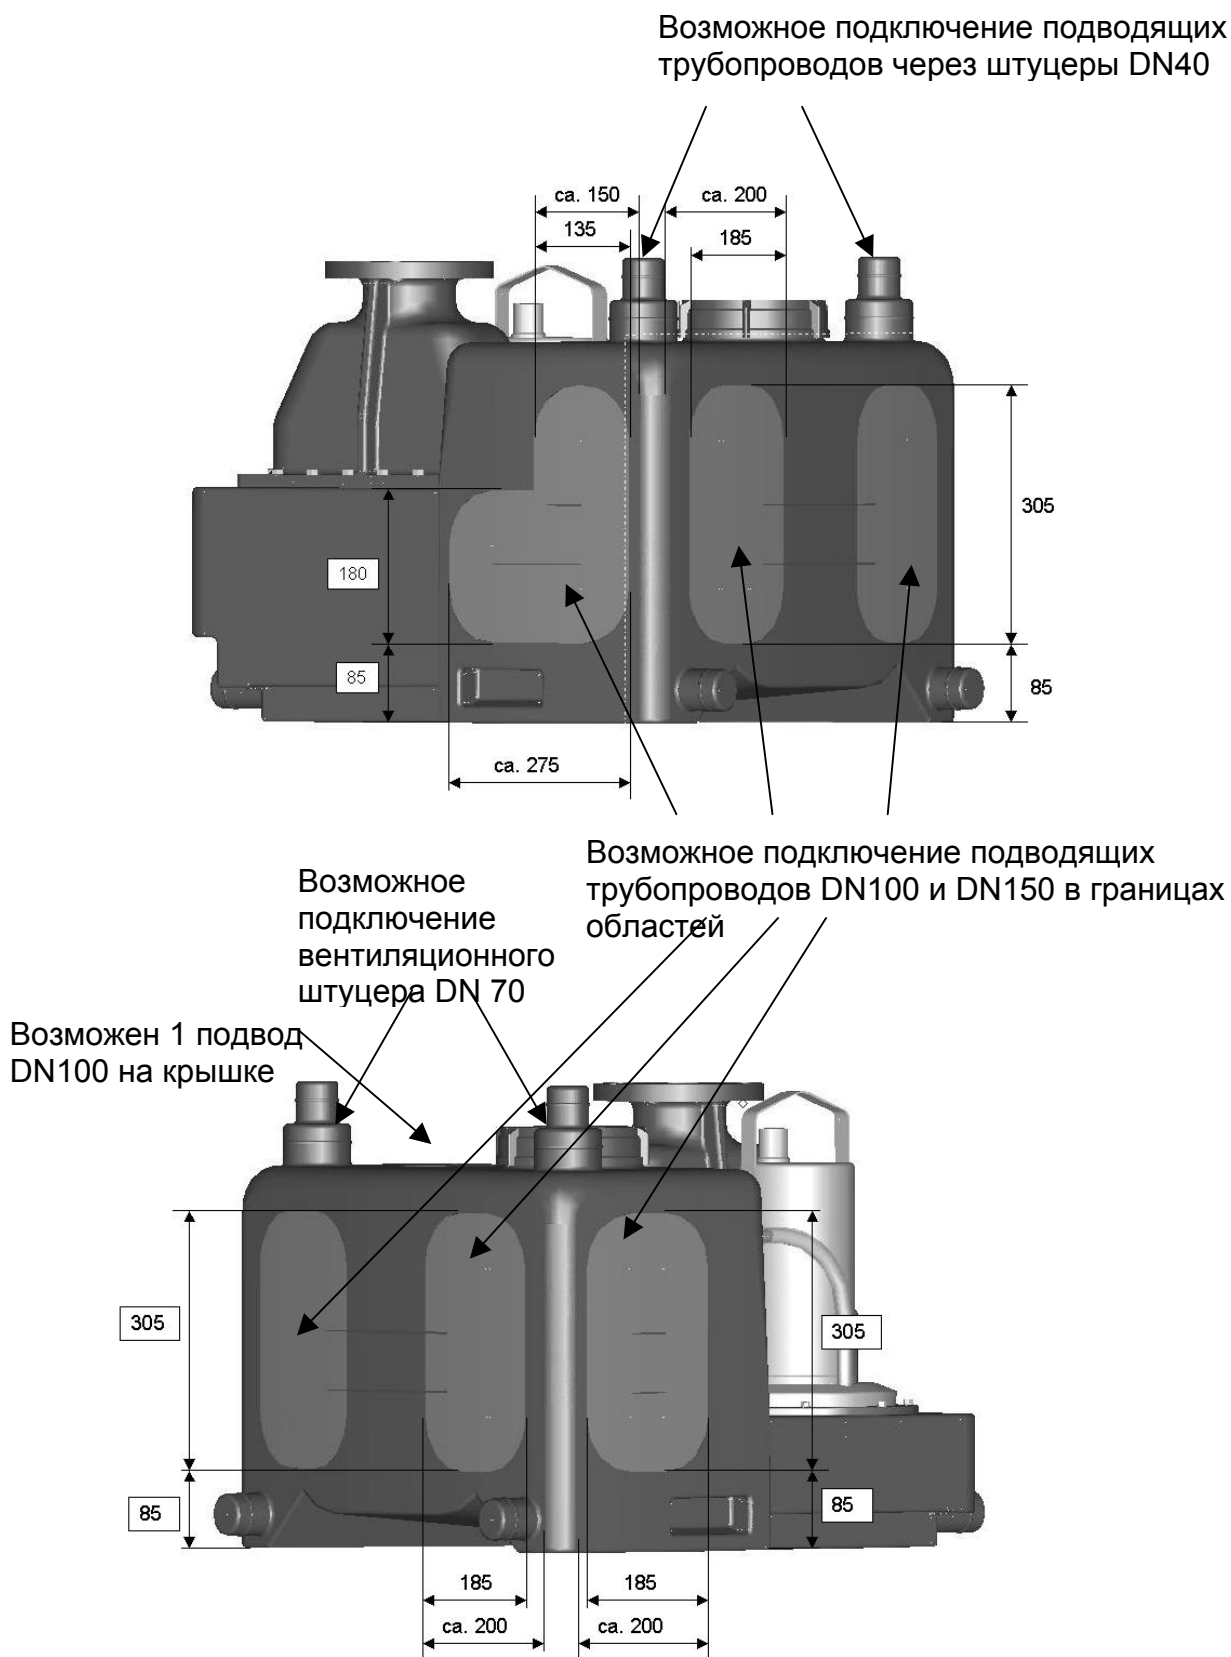

Рис. 7. Соединения резервуара
5.1.2 Соединения резервуара (Рис. 7)
ВНИМАНИЕ! Присоединение подводящего трубопровода вне границ обозначенных поверхностей (Рис. 7) может привести к негерметичности и нарушению работы установки!
- Выбирайте положение таким образом, чтобы входное отверстие располагалось внутри маркированной поверхности (Рис. 7).